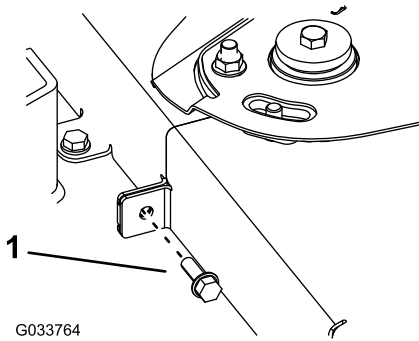

**Figura 69**
5. Retire los 4 pernos de cuello cuadrado y las 4 tuercas que sujetan las 2 cubiertas laterales a las cubiertas de la correa (Figura 69).
12. Sujete las 2 cubiertas laterales a las cubiertas de la correa usando 4 pernos de cuello cuadrado y 4 tuercas (**Figura 69**).